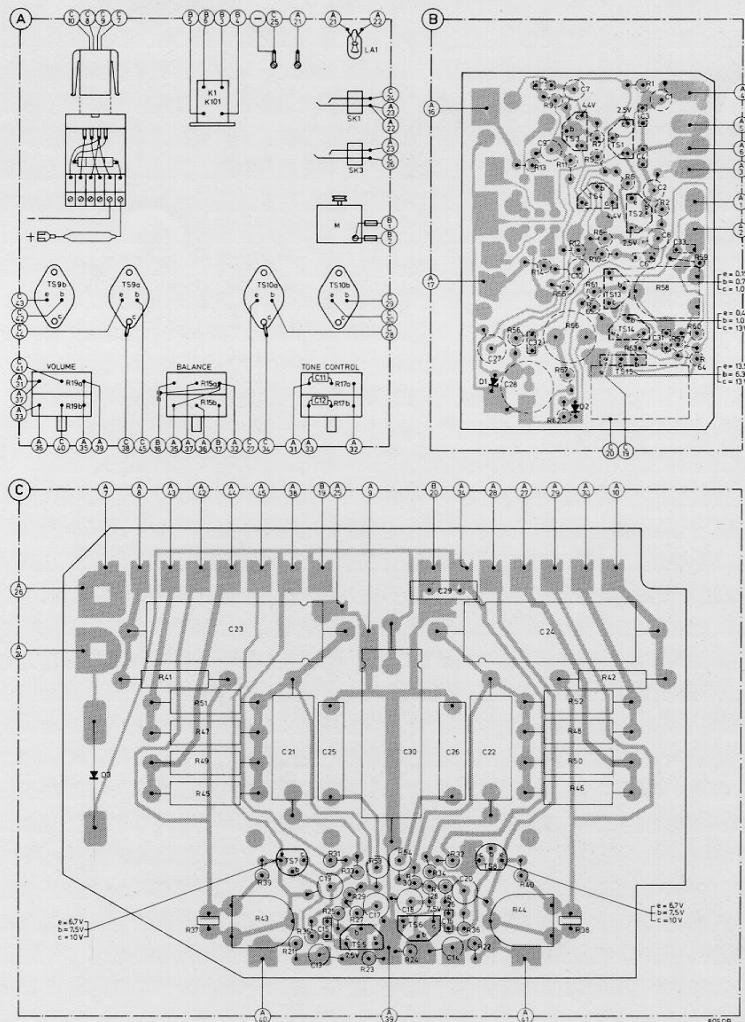

Fig. 3
- Montage de la roue dentée 110 (fig. 3, service manual)
- A partir de l'indice de marquage AH02/307, le connecteur sur la platine est supprimé. Il s'ensuit que le câblage et la trace de la platine du pré-amplificateur/réglage du moteur est modifiée. La nouvelle platine est fournie sous le numéro 4822 214 30297. Cette platine peut aussi être montée dans des appareils antérieurs à ceux marqués AH02/307. Le câblage doit cependant être adapté. Voir plan de câblage, fig. 3.
- Montaje de la rueda dentada 110 (fig. 3, service manual)
- Montage des Zahnrades 110 (Abb. 3, Service Manual)
Für den neuen Verdrahtungsplan, siehe Abb. 3.
- Debido a esto el cableado y el trazado impreso de la placa preamplificador/control de motor han sido modificados. La nueva placa impresa es suministrada bajo el número de código 4822 214 30297. Esta placa impresa puede ser montado también en aparatos con un estampillado anterior a AH02/307. Empero, hay que adaptar al cableado. Para el nuevo esquema de cableado véase a la fig. 3.